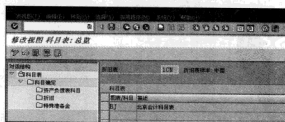

图 10-43 “修改视图 科目表:总览”界面
STEP 1 在命令栏输入 SPRO 命令,通过菜单选择“财务会计→资产会计→总账集成→分配总账科目”选项,或者直接在命令栏中输入“AO90”命令,弹出“修改视图科目表:总览”界面,如图 10-43 所示。